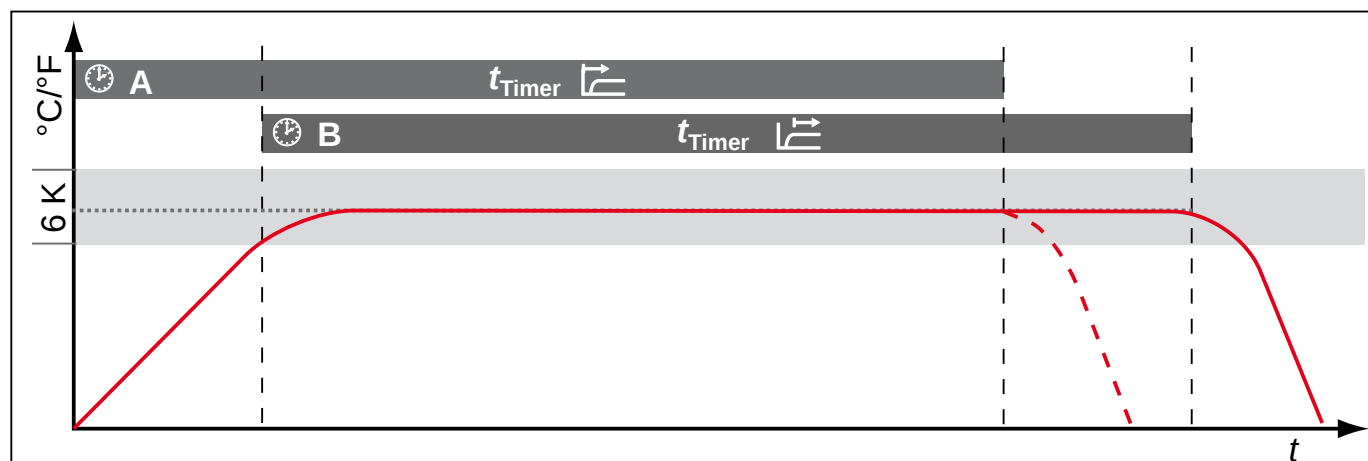

Fig. 26 Timer Mode
Her kan der foretages indstilling af, om det digitale nedtællingsur med måltidsangivelse (timer, se side 29) skal arbejde ud fra en nominel værdi – dvs. om timerkørselstiden først skal begynde, når et toleranceområde på ± 3 K i forhold til den nominelle temperatur er nået (Fig. 26, B) – eller allerede umiddelbart efter aktivering af timeren (A).